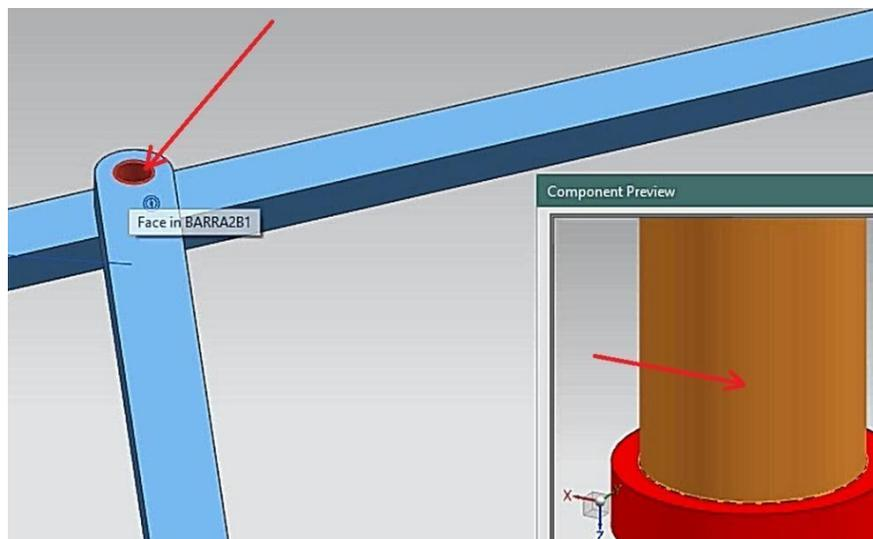

Figura 1.43 Superficie interior del barreno de **barra3b1.prt** y superficie lateral de **broche1 1.prt**.
- Agregar una restricción, de tipo **Fit**. Seleccionar la superficie lateral del **broche1 1.prt** y la superficie interior del barreno en la pieza **barra3b1.prt** (Figura 1.43).